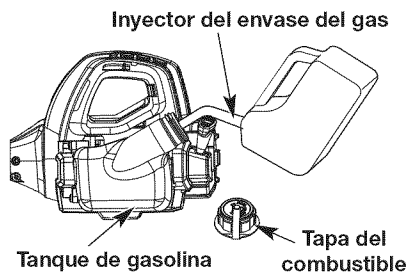

Fig. 9
- Saque la tapa de la gasolina (Fig. 9).
- Coloque el pico del recipiente de gasolina en el orificio de llenado del tanque de gasolina (Fig. 9) y llene el tanque.